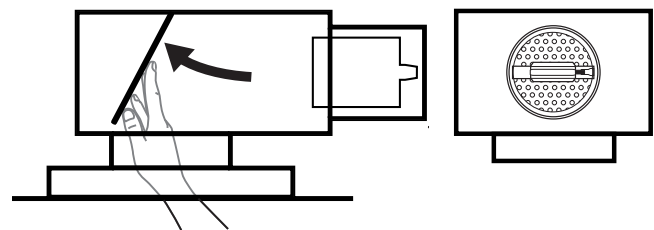

Bild 3. Fördelningsplåten fälls åt sidan vid rengöring.
- 3) Lossa fördelningsplåten genom att vrida låsmekanismen på varje sida av plåten och därefter fälla den åt sidan, bort från spjällinsatsen, se bild 3.